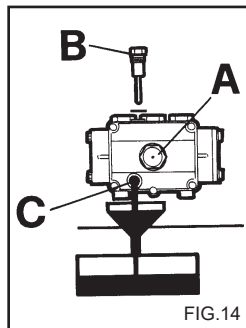

FIG.14
- Fig.14
- 2) Den Deckel mit dem Kontrollstab (Fig.14) aufdrehen.